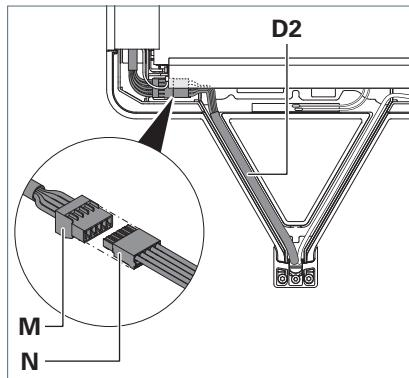

Fig. 7: Collegare la linea di alimentazione.
- ▶ Rimuovere la morsettiera a perno **M** dallo scomparto sotto il corpo refrigerante, vedere Fig. 7.